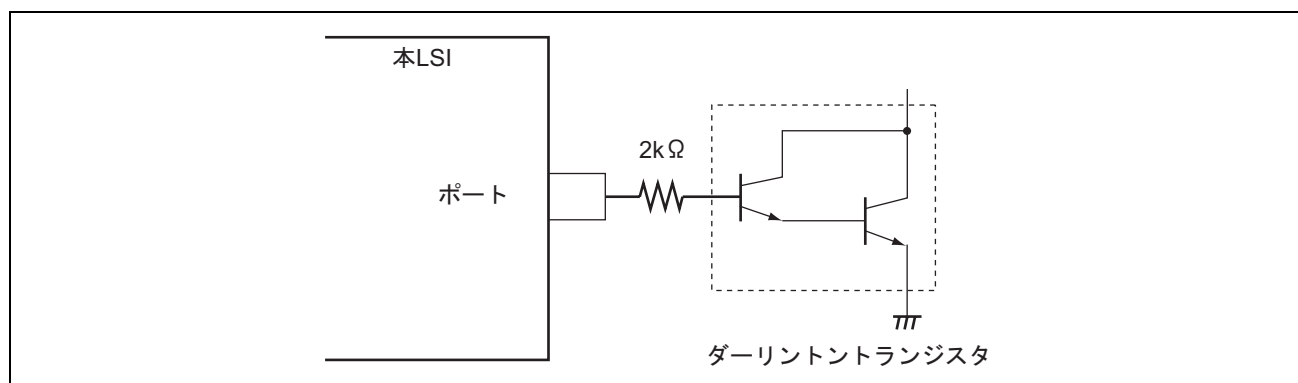
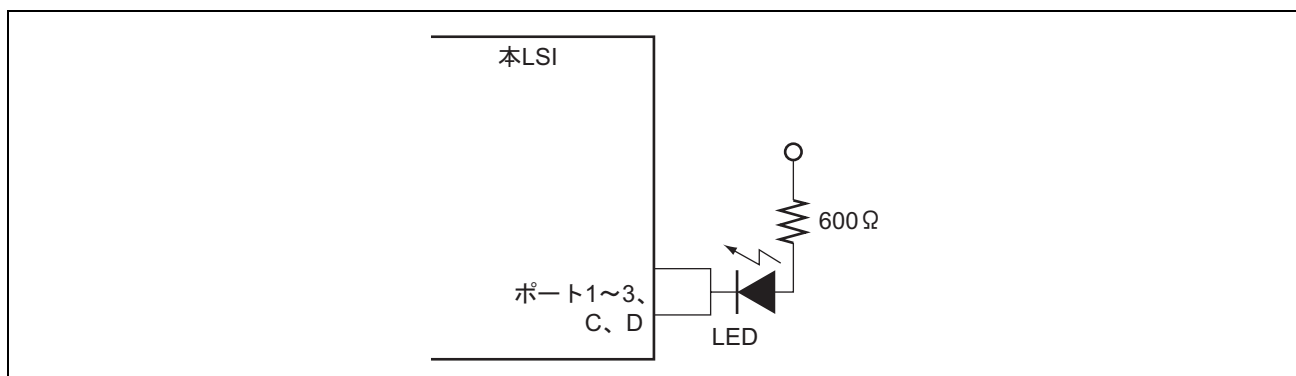

図 26.1 ダーリントントランジスタ駆動回路例
図 26.2 LED 駆動回路例
2. ダーリントトランジスタや、LED を直接駆動する場合には、図 26.1、図 26.2 に示すように出力に必ず電流制限抵抗を挿入してください。